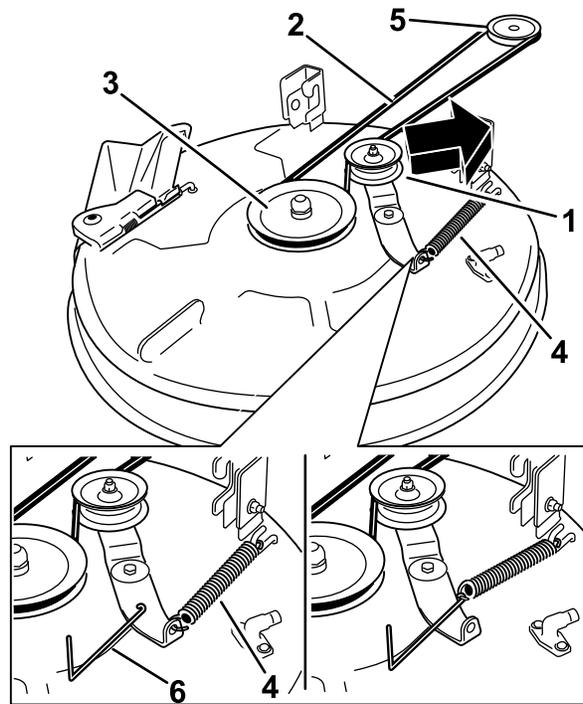

Figura 57
- Servendovi di un attrezzo per la rimozione delle molle (n. cat. Toro 92-5771), sganciate la molla di rinvio dal gancio del piatto di taglio per eliminare la tensione dalla puleggia e togliete la cinghia dalle pulegge (Figura 57).
- Montate la nuova cinghia attorno alla puleggia del motore e a quelle del tosaerba (Figura 57).
- Servendovi di un attrezzo per la rimozione delle molle (n. cat. Toro 92-5771), agganciate la molla di rinvio al gancio del piatto di taglio per mettere in tensione la puleggia tendicinghia e la cinghia (Figura 57).